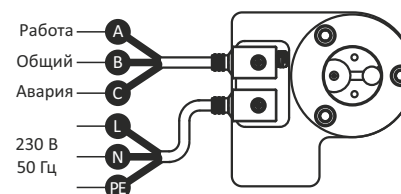

Рис.3. Электрические соединения
- Электрические соединения выполняются коннекторами DIN43650. Схема электрических соединений представлена на рис. 3.